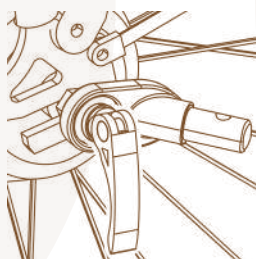

Figure 10
1. Essieu à Dégagement Rapide: Retirez le dégagement rapide du côté gauche de l'essieu arrière du vélo. Installez le support de fixation entre le dégagement rapide et le cadre. Serrez le dégagement rapide en suivant le manuel du fabricant du vélo. Le support de fixation peut rester sur le vélo une fois la remorque retirée (Figure 10).